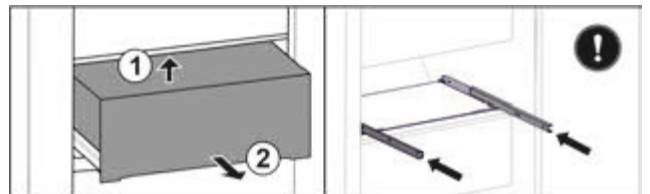

Fig. 46
- ▶ Підняти висувний ящик знизу назад. Fig. 46 (1)
- ▶ Вийняти висувний ящик рухом вперед. Fig. 46 (2)